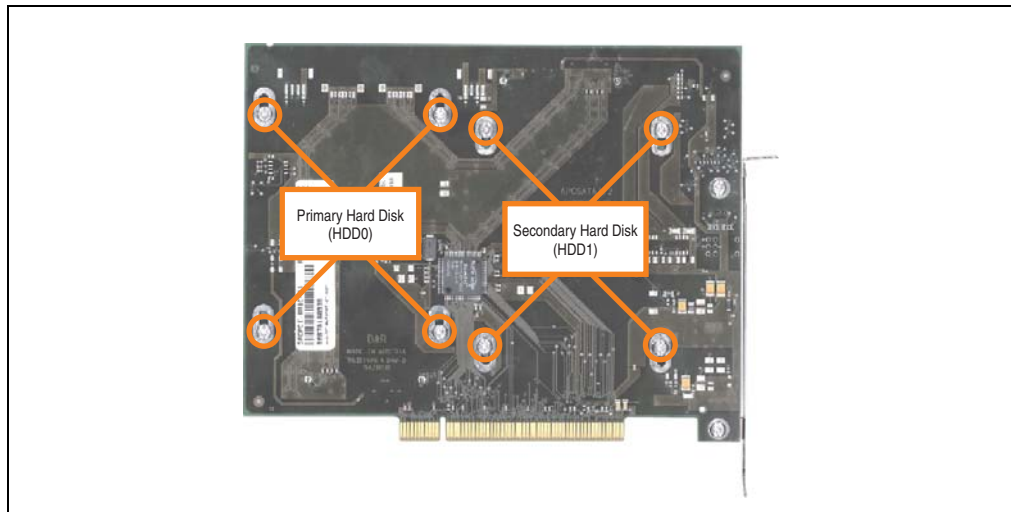

Abbildung 338: Rückseite des SATA RAID Controllers Schraubenzuordnung
- Lösen der richtigen 4 Befestigungsschrauben (M3x5) - siehe Abbildung 338 "Rückseite des SATA RAID Controllers Schraubenzuordnung", auf Seite 569.